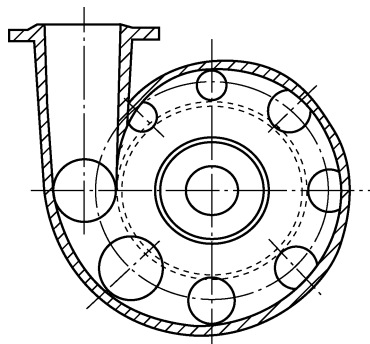

图 1-8 蜗壳
(1)蜗壳。蜗壳是指叶轮出口到下一级叶轮入口或到泵的出口管之间、截面积逐渐增大的螺旋形流道,如图1-8所示。其流道逐渐扩大,出口为扩散管状。液体从叶轮流出后,其流速可以平缓地降低,使很大一部分的动能转变为静压能。